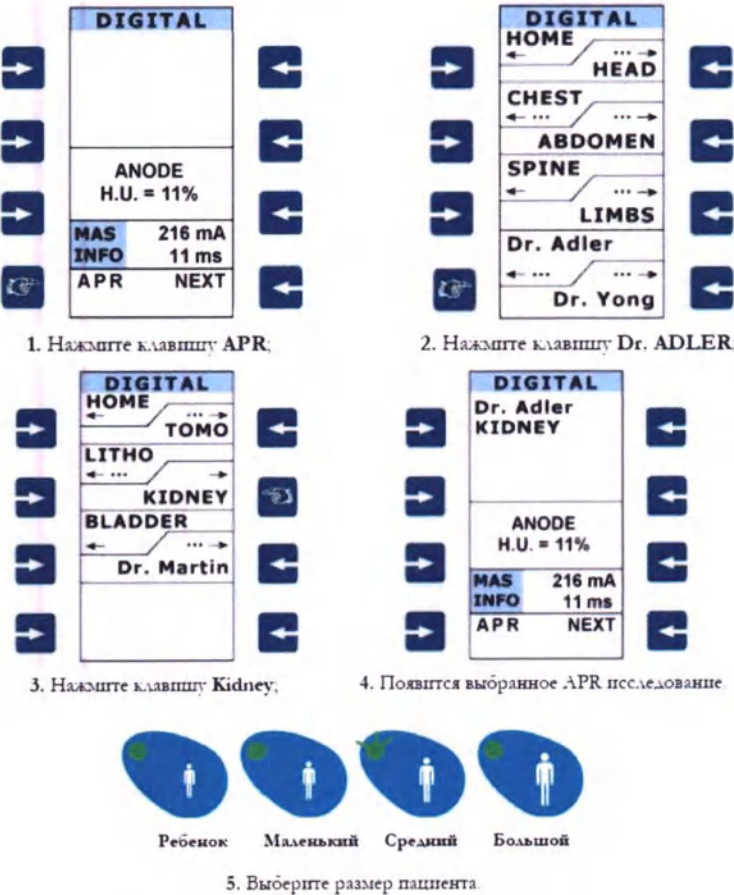

Рисунок 2.16 - Выбор APR исследования
2. Нажать на клавишу выбора исследования для загрузки соответствующей диаграммы методики и, при необходимости, для продолжения поиска через каскадированную структуру программы APR (рисунок 2.16, шаги 2 и 3) пока нужное исследование не появится на дисплее в меню APR. При необходимости нажать любую клавишу на пульте для закрытия меню APR.
3.Имя исследования появится на графическом дисплее (рисунок 2.16. 4).
4.Использовать клавишу Patient Size для выбора размера пациента (рисунок 2.16. 5).